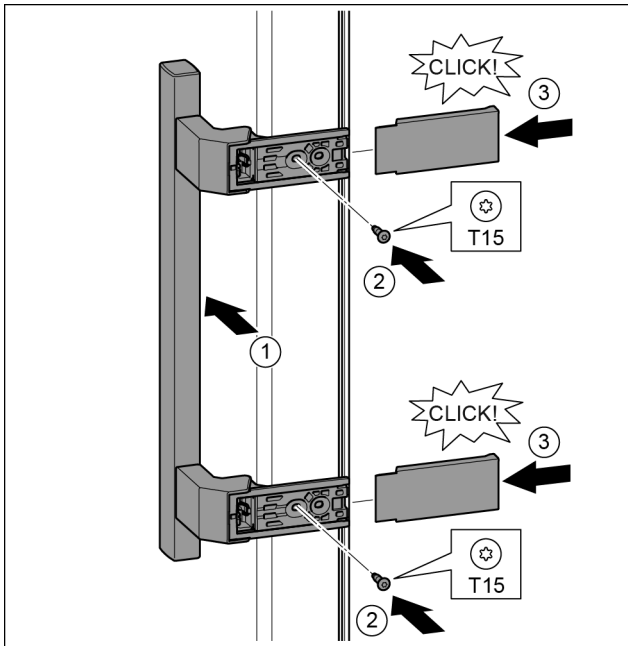

Fig. 37
- ▶ Coloque el tirador en el lado opuesto. Fig. 37 (1)
- ▶ Atornille los tornillos con el destornillador T15. Fig. 37 (2)
- ▶ Coloque y desplace lateralmente las cubiertas. Fig. 37 (3)